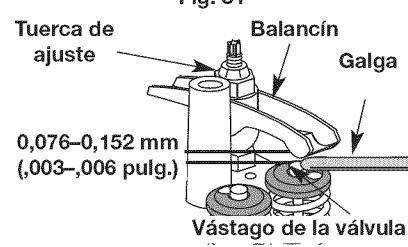

Fig. 32
7. Deslice la galga entre el brazo oscilante y el resorte de retorno de la válvula. Mida el huelgo entre el vástago de la válvula y el brazo oscilante (Fig. 32). Realice esto en las válvulas de entrada y de escape.
- a. Gire la tuerca de ajuste con una llave de 8 mm (5/16 pulgadas) o una guía de tuercas (Fig. 32).